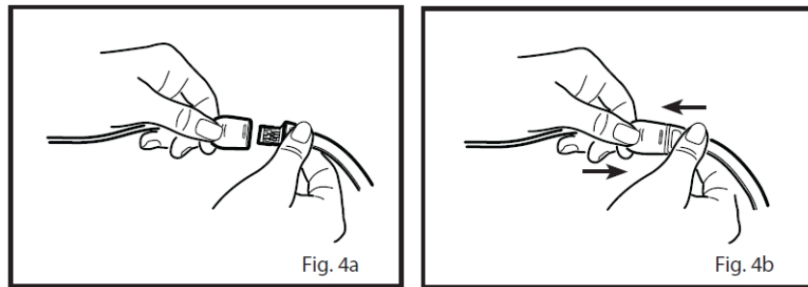

Abb. 33 Verbindung von RD SET Patienten-kabel und Sensor
- 1 Siehe Fig. 4a in Abb. 33: Richten Sie den Anschlussstreifen des Sensors so aus, dass die Seite mit den „glänzenden“ Kontakten nach oben zeigt. Richten Sie das Patienten kabel so aus, dass die Farbleiste und die Fingerprofile nach oben zeigen.
- 2 Siehe Abb. 4b in Abb. 33: Stecken Sie den Sensor-Flachstecker in das Patienten-kabel ein, bis er fühlbar und hörbar einrastet. Ziehen Sie leicht am Stecker und am Kabel, um sicherzustellen, dass sie sicher angeschlossen sind. Nötigenfalls kann das Kabel mit Heftpflaster am Patienten befestigt werden.